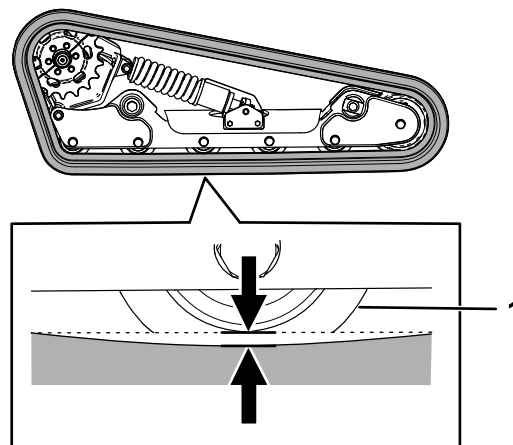

Bild 56
Eine Seite der Maschine anheben/abstützen und mit dem Gewicht der Kette prüfen, ob der Abstand zwischen der Unterseite der Lippe des Straßenrads und der Kette 13 mm beträgt, wie in **Bild 56** dargestellt. Stellen Sie sonst die Kettenspannung mit den folgenden Schritten ein.
5. Drehen Sie die Spannschraube mit einer $\frac{1}{2}$ " Antriebsknarre, bis die Auslenkung der Kette 13 mm beträgt, wie in Bild 56 dargestellt.
9. Kontrollieren Sie, dass die Auslenkung der Kette 13 mm beträgt, wie in Bild 56 dargestellt. Stellen Sie sie bei Bedarf ein.
20. Drehen Sie die Spannschraube mit einer ½" Antriebsknanne gegen den Uhrzeigersinn, bis die Auslenkung der Kette 12,7 mm beträgt, wie in **Bild 56** dargestellt.
25. Kontrollieren Sie, dass die Auslenkung der Kette 12,7 mm beträgt, wie in **Bild 56** dargestellt.